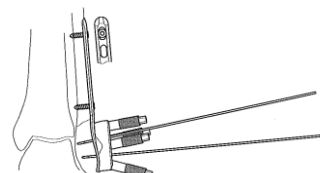

図10
- 10) 回旋防止を確実にするため、続いて骨幹部最近位も3.5 コーティカルスクリューにて固定します。（図10）